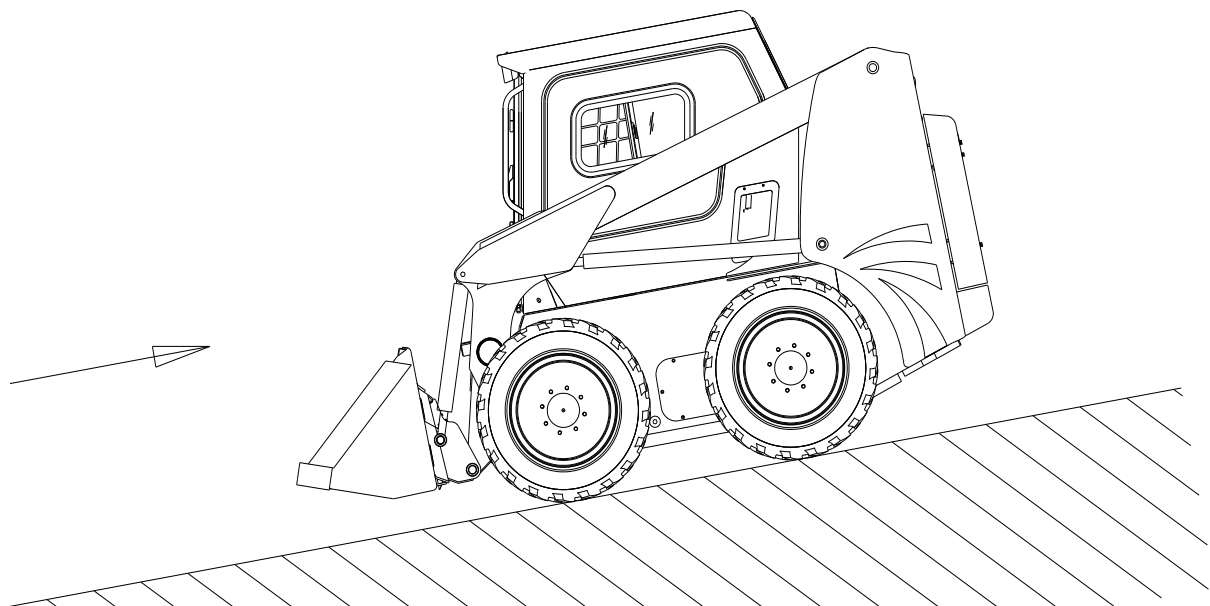
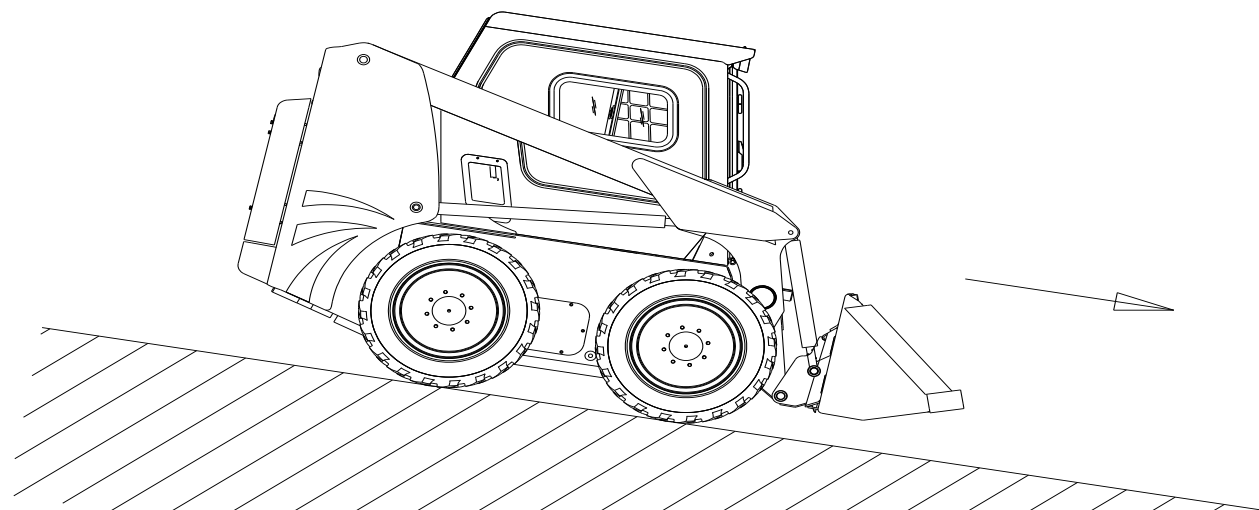

Рис. 25 Движение вверх с пустым ковшом
Рис. 26 Движение вниз с пустым ковшом
1. Если ковш пустой – следует спускаться движением вперед, а подниматься – задним ходом (Рис. 25 и Рис. 26).